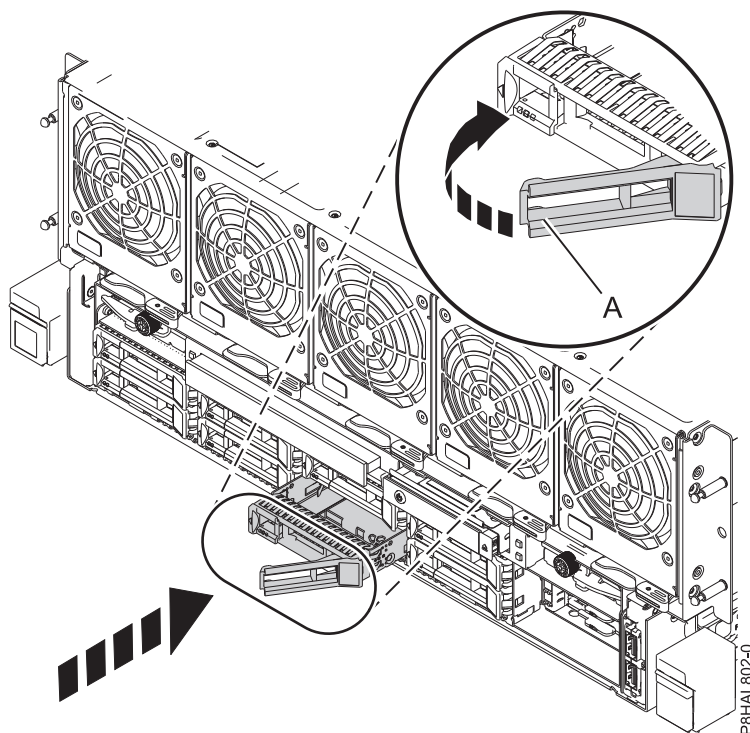

Figura 35. Substitució d'una unitat de disc d'un sistema 8408-44E o 8408-E8E
4. Desbloquegeu la nansa del compartiment d'unitats (**A**) prement-la i estirant-la cap a vosaltres. Si la nansa no s'estén del tot, la unitat no podrà lliscar en el sistema. Consulteu Figura 35 a la pàgina 47.
8. Quan el LED d'identificació parpellegi per la ranura seleccionada, moveu la unitat al fons de la ranura i pressioneu la nansa del compartiment d'unitats (**A**) fins que quedi bloquejada, tal com es mostra a Figura 35 a la pàgina 47